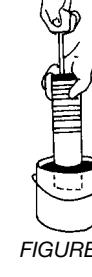

FIGURE 8
3. Plonger l'extrémité ouverte du cylindre d'environ 5 cm (2 po) dans la graisse en vrac (voir figure 8)